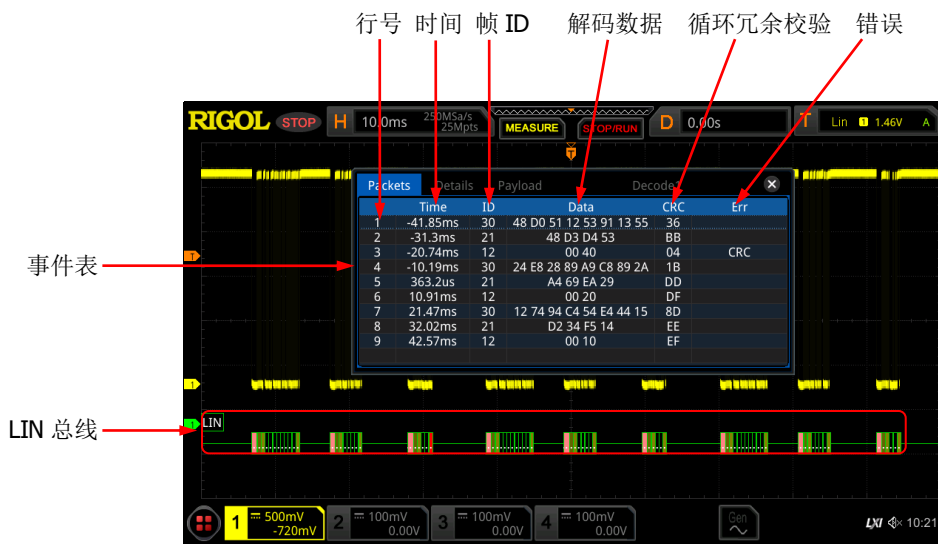

图 11-9 LIN 解码事件表
- 打开或关闭事件表：连续点击 **事件表** 键，打开或关闭事件表显示。打开事件表，屏幕弹出如图 11-9 所示的事件表。您可以点击事件表右上方的图标  关闭事件表功能。另外，当运行状态为“STOP”时，您还可以在菜单中选择指定行并查看相应的解码信息。